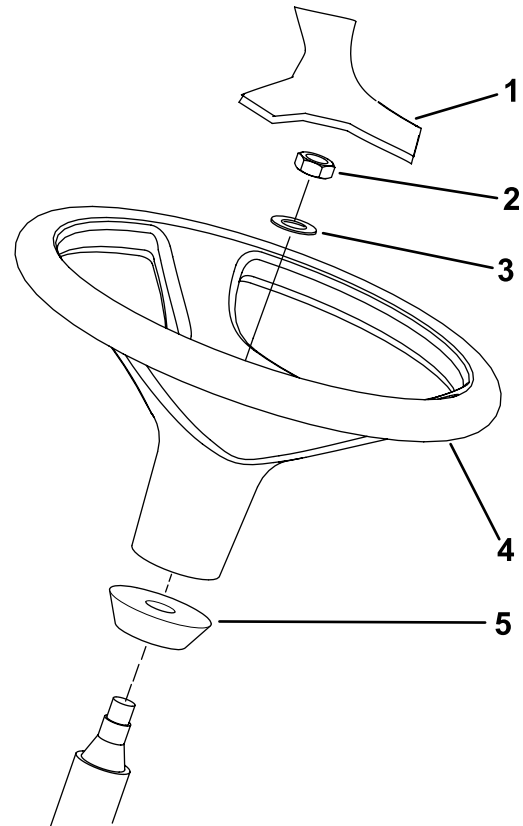

Figure 14
- Retirez le volant du support d'expédition (Figure 14).
Remarque: Vérifiez que la bague en mousse reste en place sur l'arbre de direction (Figure 14).
3. Glissez le volant et la rondelle sur l'arbre de direction (Figure 14).
5. Posez le couvre-moyeu sur le volant (Figure 14).